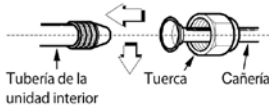
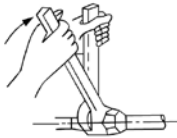

Fig.51
Fig.52
- Ajustar los más posible la tuerca flare con los dedos y luego ajustar con la llave inglesa, como muestran Fig. 51 y Fig. 52.
- 1 • Remover la cubierta del conector eléctrico quitando el tornillo como muestra Fig. 51.